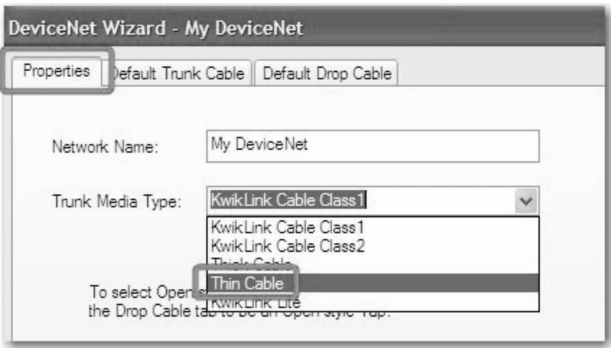

图 26-143 属性选项卡
3. 单击“属性”(Properties)选项卡。在“干线介质类型”(Trunk Media Type)下拉列表中选择“细电缆”(Thin Cable)作为干线介质类型,然后单击“确定”(OK),如图 26-143 所示。